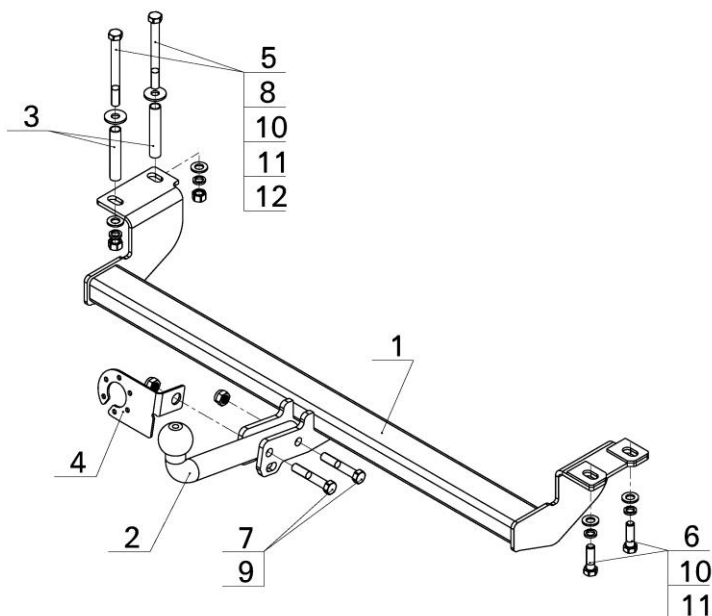

Рис.1.
- Установить ТСУ (рис.1) на автомобиль, зафиксировать его с помощью крепежных элементов (поз.5,8,10,11,12) и (поз.6,10,11);